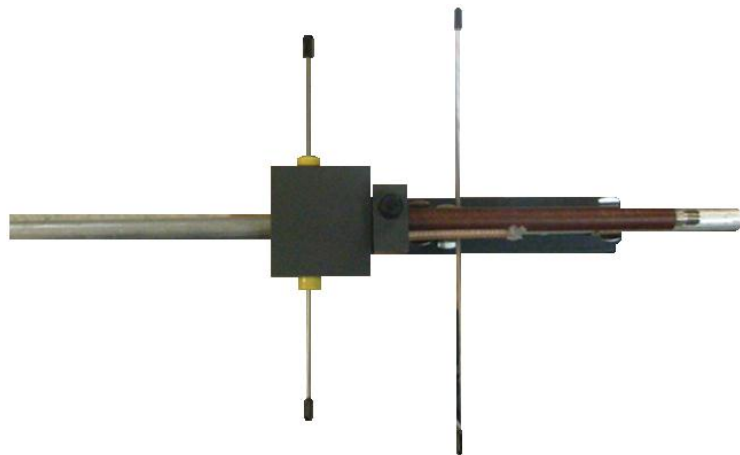

Figura 9.6 Montaje de la antena con un reflector
H. Escoja uno de los alambres de construcción para una antena Yagi de una longitud= 178mm y utilícelo como elemento reflector para el montaje anterior, ajústelo a una distancia aproximada $A=0.15\lambda$ a 0.25λ , detrás del dipolo. (Ver Figura 9.6).